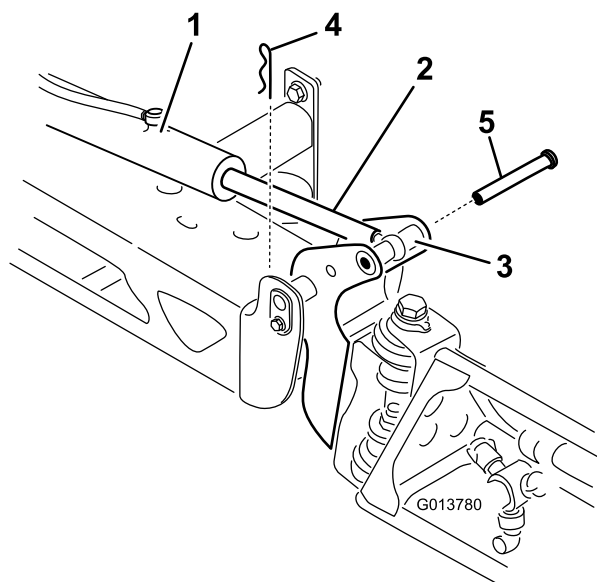

Figure 71
2. Retirez la goupille fendue de l'axe de chape (Figure 71).
3. Tirez la section vers le haut et retirez l'axe de chape, puis abaissez lentement la section au sol (Figure 71).
7. Tout en soutenant la section de pulvérisation, insérez l'axe de chape dans le pivot de rampe et la tige de vérin (Figure 71).